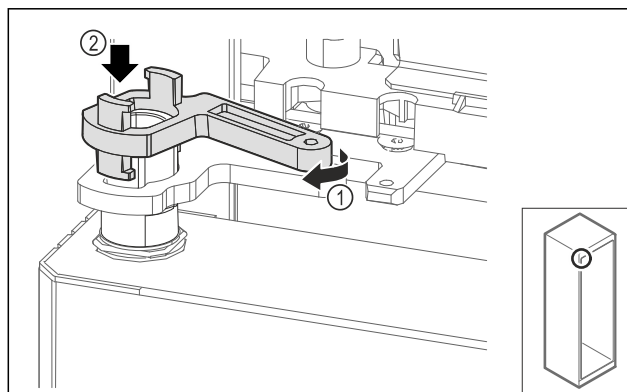

Fig. 66
- ▶ Rrotulloni paksa bazamentin mbështetës të bllokimit Fig. 66 (1) dhe vendosni mbi manikotë Fig. 66 (2).